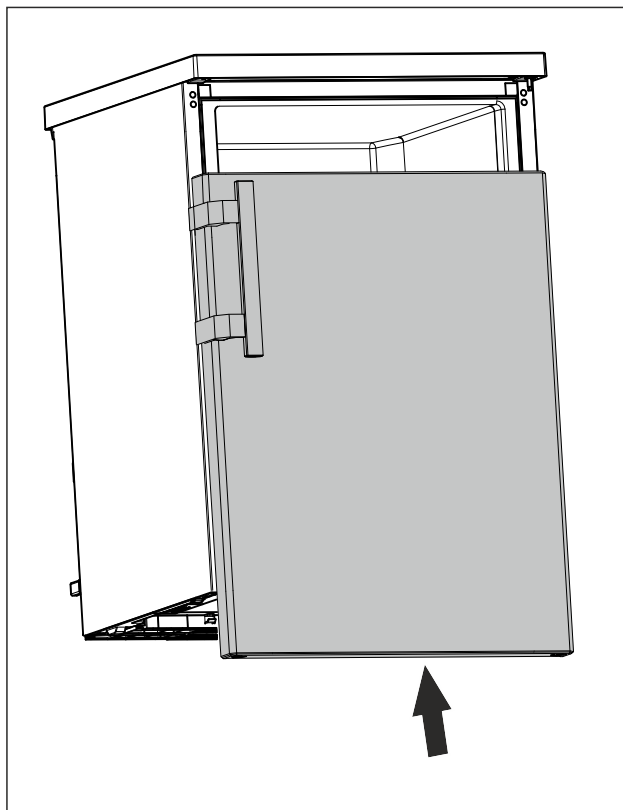

Fig. 19
- ▶ Schuif de deur op de bovenste grendel wanneer deze gesloten is. (zie Fig. 19)